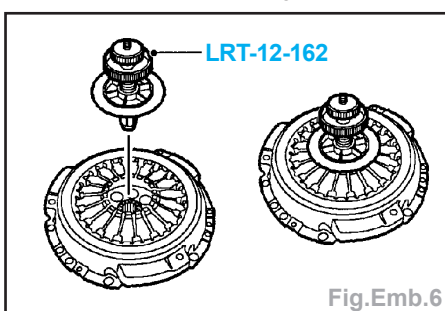

Fig.Emb.6
- Utiliser l'outil **LRT-12-162** pour centrer le disque sur le plateau (Fig.Emb.6).